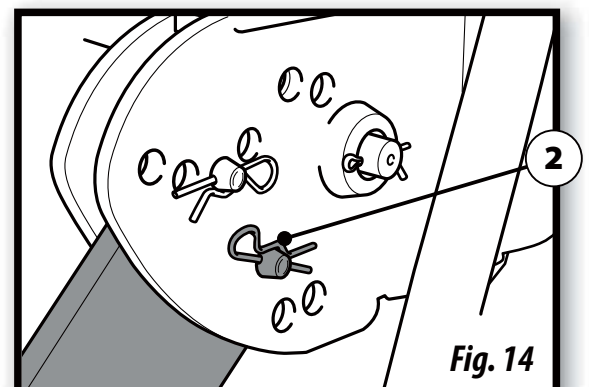

Fig. 14
- 4- Fijar los RODILLOS de las ALAS y la parte CENTRAL, para ello, colocar el bulón (nº 2 fig 14) a cada articulación tal y como se muestra.